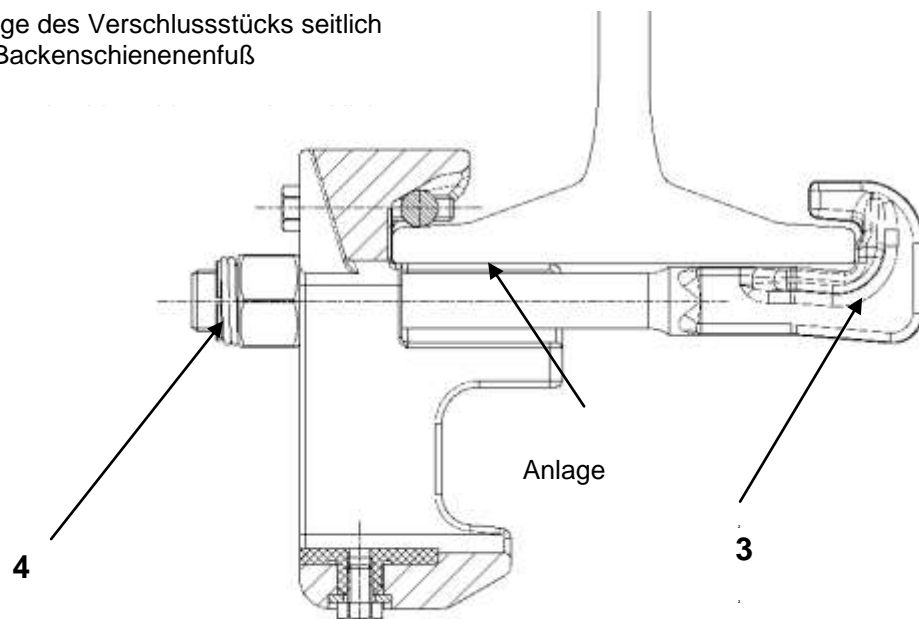

Bild 3b Montage des Verschlussstücks
- Einstellen der Profilausgleichstange bis Anlagefläche des Verschlussstücks an der Unterkante des Backenschienenfußes anliegt (Bild 3b)